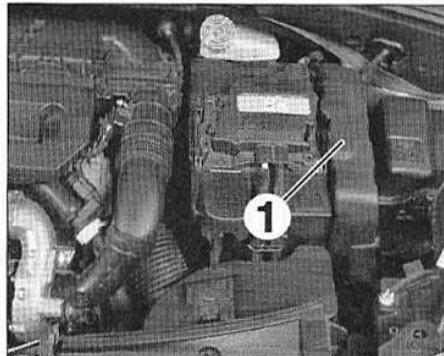

FIG.29
- Déposer le couvercle (1) (Fig.29).